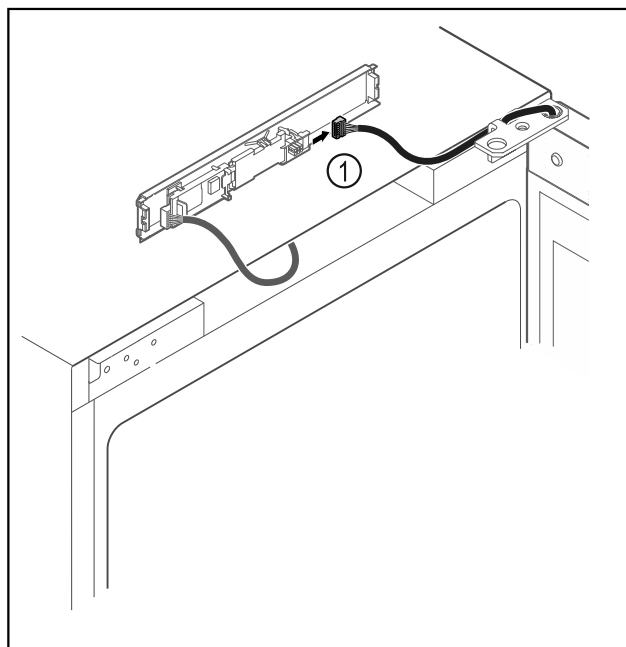

Fig. 19
- Odpojte zástrčku Fig. 19 (1) z dosky plošných spojov.